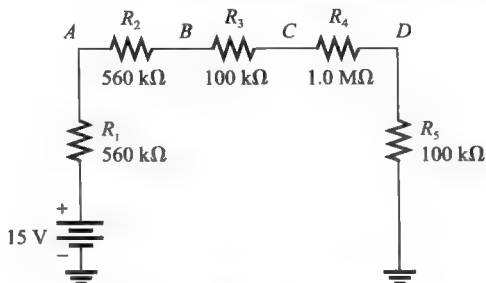

图 4-78 习题 33~习题 36 图
33. 在图 4-78 中, 如果不直接把电压表接到 R_2 两端, 试问怎样通过测量确定 R_2 两端的电压?
34. 试确定图 4-78 所示电路中各点对地的电压。
35. 在图 4-78 中, 试问 V_{AC} 为何值?
36. 在图 4-78 中, 试问 V_{CA} 为何值?